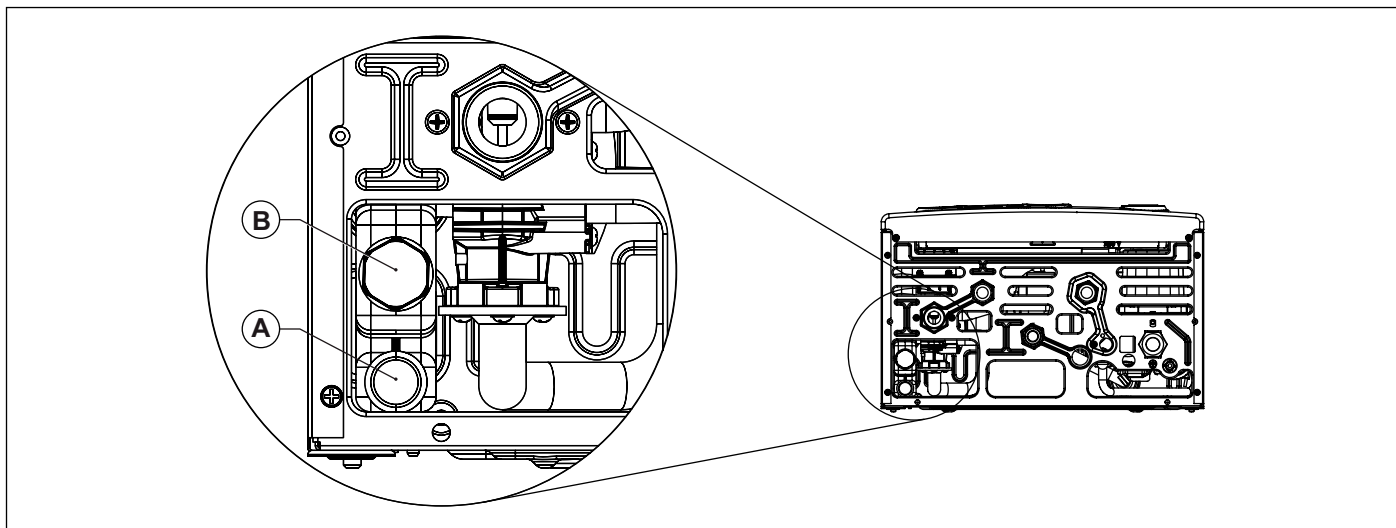

Fig. 24 Scarico condensa
Il sistema di scarico della condensa deve essere collegato all'apposito collegamento (A) predisposto in caldaia (vedi Fig. 24 Scarico condensa).